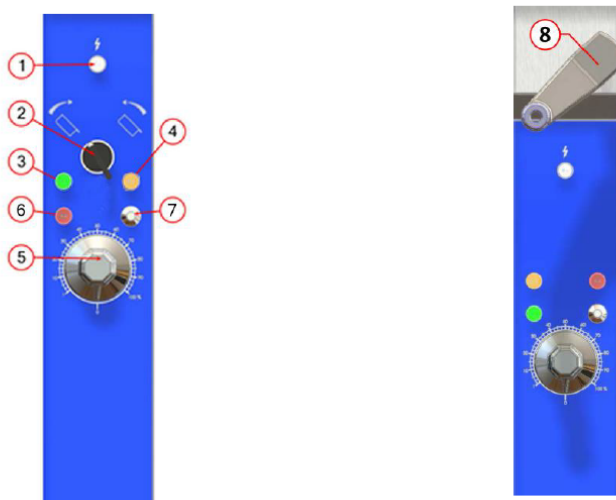

Fig. 6
- L' appareil étant sous tension le voyant blanc s'allume (Fig6 Rep1)
- Tourner la manette du doseur de puissance (Fig6 Rep5) à la puissance désirée.
- Dès lors le voyant vert (Fig6 Rep3) s'allume.
- Le voyant orange (Fig6 Rep4) s'allume également ce qui indique la chauffe de la cuve.
- Selon le modèle (basculement par manivelle ou basculement par vérin) tourner la manivelle (Fig6 rep8) ou le commutateur (Fig6 Rep2) vers la gauche de façon à incliner la cuve.
- Lorsque la cuve atteint le seuil de fin de course le voyant rouge de défaut (Fig6 Rep6) s'éclaire indiquant le défaut et coupant la chauffe.
- Pour réarmer l'ensemble de chauffe il faut d'abord baisser la cuve (tourner la manivelle ou le commutateur vers la droite) puis appuyer sur le poussoir de réarmement (Fig6 Rep7).